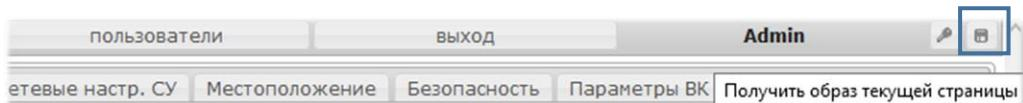

Рисунок 50 – Сохранение образа текущей web-страницы
- в СУ перейти во вкладку [Монитор] и нажать кнопку «» (см. Рисунок 50);